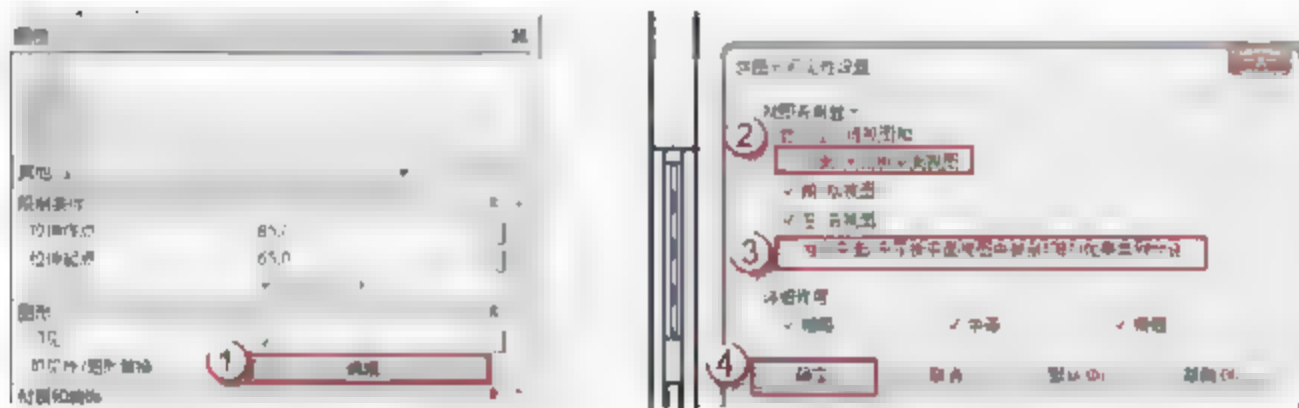

图 6.3.26 修改 MC2430 窗户玻璃的可见性
(24) 修改 MC2430 窗户玻璃的可见性。在“属性”面板中,单击“图形”栏“可见性/图形替换”后的“编辑”按钮,弹出“族图元可见性设置”对话框,取消“平面/天花板平面视图”和“当在平面/天花板平面视图中被剖切时(如果类别允许)”复选框的选择,单击“确定”按钮,如图 6.3.26 所示。